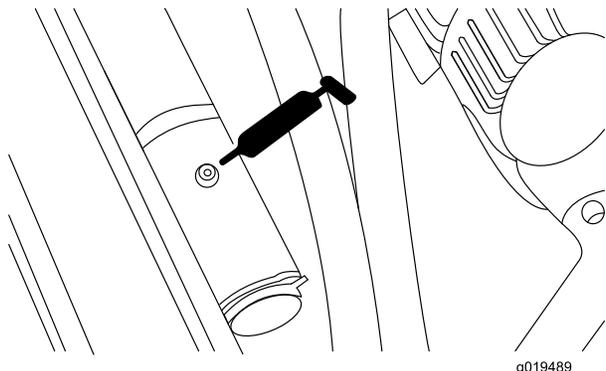

図 45
- ・ 後昇降シリンダのピボット (2ヶ所) (図 45)。